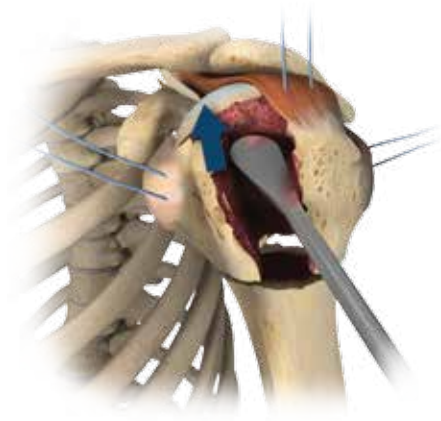

Figura 5
- Inserte un elevador romo en la fractura para reducir la cabeza y recrear el ángulo cuello-eje natural de 135° y corregir la angulación anterior del ápice (Figura 5).